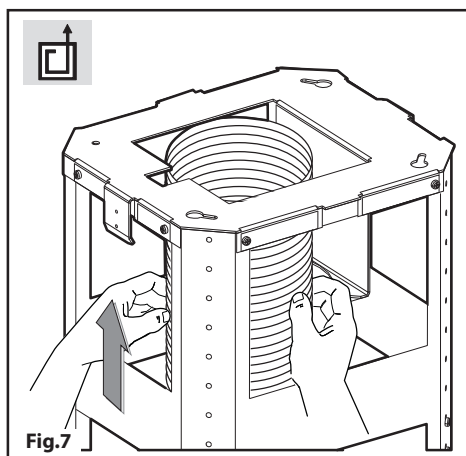

Fig.7
- **Versione aspirante:** fissare il tubo flessibile al foro di evacuazione aria predisposto (Fig.7).